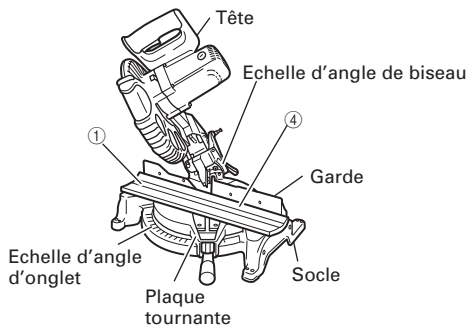
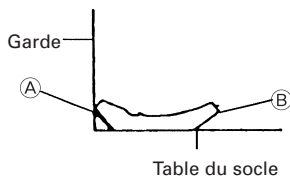

Fig. 26
Fig. 28
(1) Réglage de coupe en corniche complexe aux positions ① et ④ de la Fig. 25 (voir Fig. 26 ; incliner la tête vers la gauche) :
- ① Tourner la plaque tournante vers la droite et régler l'angle d'onglet comme suit :
- ② Incliner la tête vers la gauche et régler l'angle de biseau comme suit :
- ③ Disposer la corniche complexe de façon que la surface inférieure (A sur la Fig. 24) touche la garde comme indiqué à la Fig. 28.